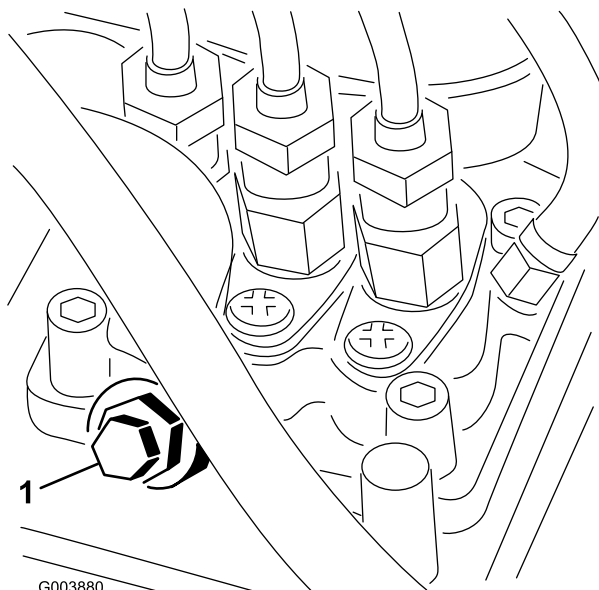

Bild 22
3. Öffnen Sie die Entlüftungsschraube an der Kraftstoffeinspritzpumpe (Bild 22).